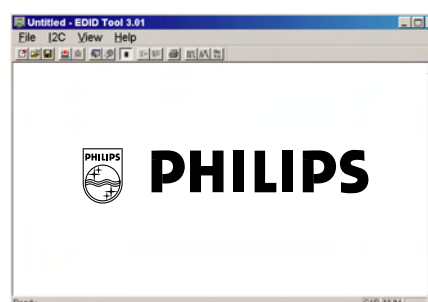

Fig. 6
4. Clique o botão OK. O menu principal será mostrado (fig. 6). Isto é para inicializar a caixa de ajuste.